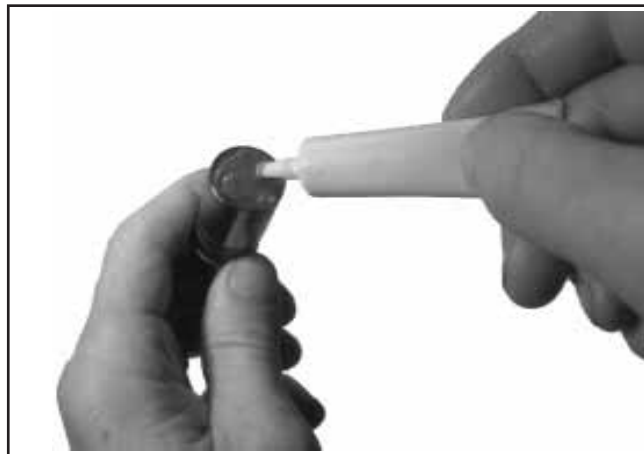

Figura 11-1a. Aplicar Lubrificante de Árvore de Cames no Fundo dos Elevadores.
2. Aplique lubrificante para árvore de cames (N.º de Peça Kohler 25 357 14-S) na superfície do fundo de cada elevador. Consulte a Figura 11-1a. Lubrifique os elevadores hidráulicos e os orifícios do elevador no cárter com óleo de motor.